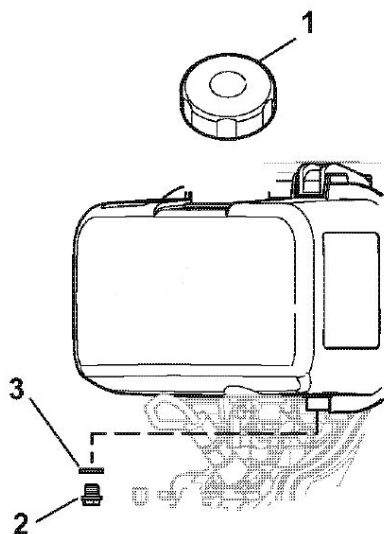

Abb. 8-6: Kraftstofftank
- Entfernen Sie den Tankdeckel (1, Abb. 8-6)
- Entfernen Sie die Ablassschraube des Kraftstofftanks (2) und die Dichtung (3), um den Kraftstoff abzulassen.
- Schieben Sie die Dichtung wieder über die Ablassschraube des Kraftstofftanks (2).
- Verschrauben Sie den Tankdeckel (1) handfest.
- Entfernen Sie die Ablassschraube des Kraftstofftanks (2, Abb. 8-6) und die Dichtung (3, Abb. 8-6), um den Kraftstoff abzulassen.
- ➔ Ziehen Sie den Ablassstopfen des Kraftstofftanks (2, Abb. 8-6) mit einer neuen Dichtung (3, Abb. 8-6) fest.
- ➔ Verschrauben Sie den Tankdeckel (1, Abb. 8-6) handfest.